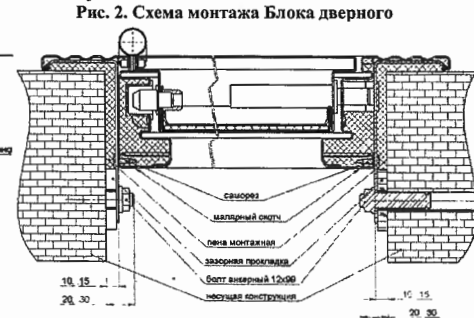

Рис. 2. Схема монтажа Блока дверного
- Схема монтажа Блока дверного приведена на рис. 2.